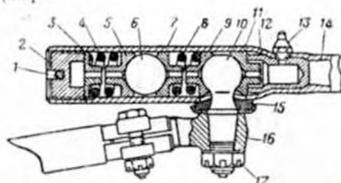

Рис. 90. Шарнирное соединение сошник-тяги рулевой трапеции и с тягой сошки:
Левое шарнирное соединение (рис. 90) отличается от правого лишь тем, что между сухарями 3 и пробкой 5 поставлена пружина 4.
- а) вынуть шплинты 1 и 12 (рис. 90 и 89);